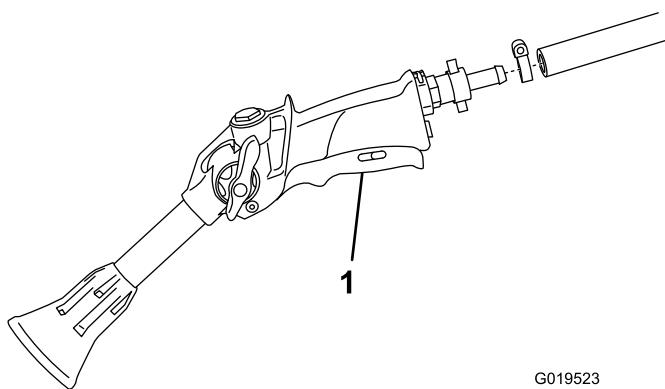

Figura 12
3. Conecte el extremo libre de la manguera larga al acoplamiento de la pistola (Figura 12).